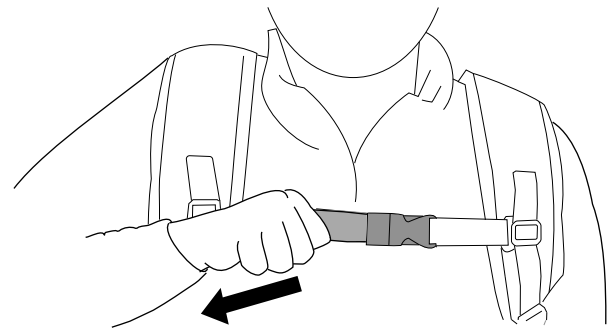

Figura 12
5. Apriete la correa pectoral hasta que quede ajustada (Figura 12).